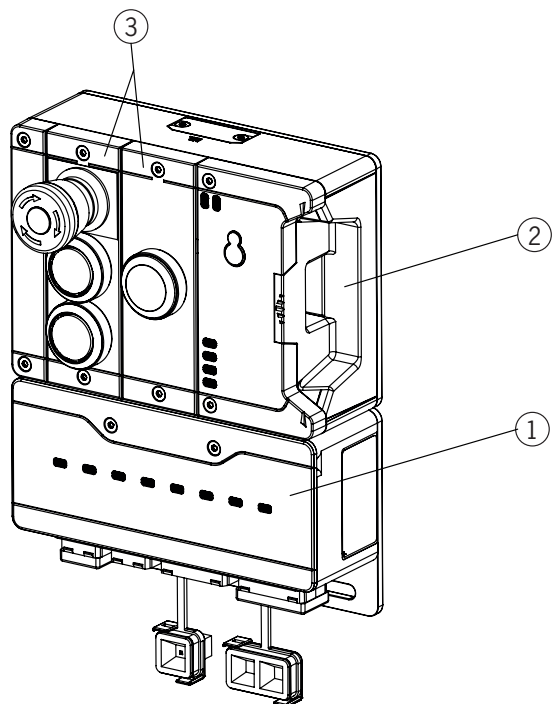

Figura 1: Ejemplo de sistema MGB2 Modular
A su vez, los módulos pueden contener submódulos. La *Figura 1* muestra una configuración típica del sistema con un módulo de bus MBM (1), un módulo de bloqueo MGB2-L... (2) y los submódulos MSM (3) que contiene. Un sistema completo puede tener hasta 18 módulos o submódulos.